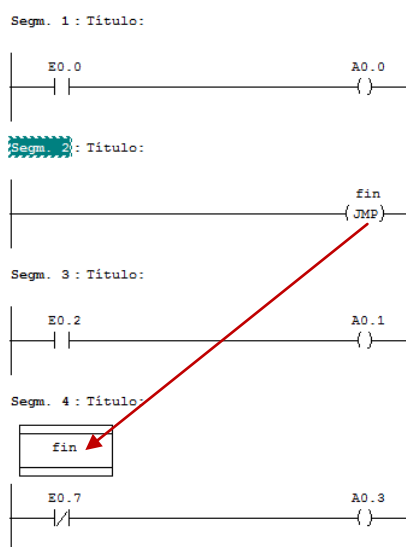

Figura 1. Salto absoluto.
---(JMP)--- Salto absoluto. En el ejemplo de la figura 1, la operación de salto --(JMP)— tiene como nombre de operando o meta “fin”. Al ejecutarse el segmento 2, el programa saltará a la meta de destino (LABEL) del segmento 4. En este caso, no se ejecutará lo programado en el segmento 3. Esto se conoce como salto absoluto.